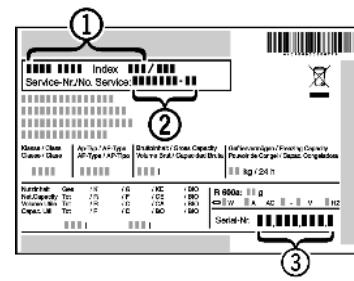

Fig. 7
- Назва пристрою Fig. 7 (1), сервісний номер Fig. 7 (2) та серійний номер Fig. 7 (3) вказані на табличці типів. Табличка типів знаходитьться всередині пристрою, зліва.
- Повідомте сервісну службу про характер неполадки, назву пристрою Fig. 7 (1), сервісний номер Fig. 7 (2) та серійний номер Fig. 7 (3).